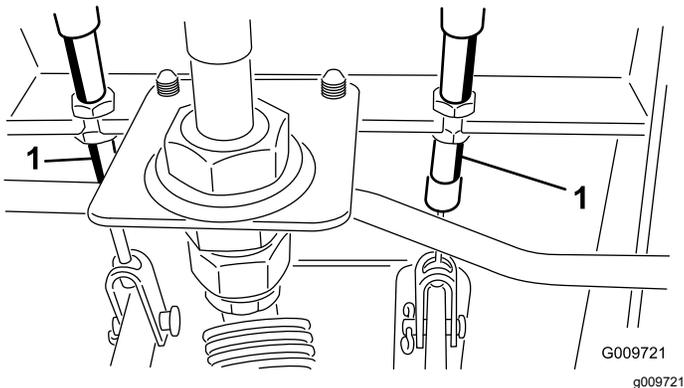

Figura 115
- A. Afloje la tuerca delantera del extremo roscado del cable de freno (Figura 115).